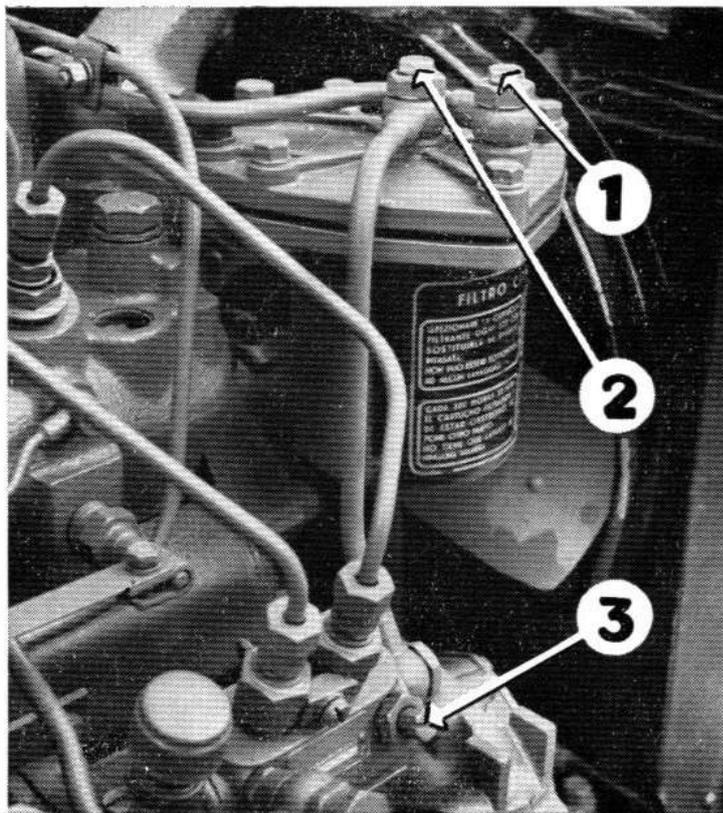

FIG. 10. — Purge d'air du filtre à combustible et de la pompe d'injection.
a) Dévisser d'un tour la vis de purge d'air placée sur le raccord d'arrivée du gas-oil au filtre à combustible **(1 fig. 10)**.
Recommencer l'opération pour la vis de purge du raccord de sortie du filtre à combustible **(2 fig. 10)**.
- b) Dévisser d'un tour la vis de purge située sur la pompe d'injection (**3 fig. 10**) et actionner à nouveau le piston de la pompe à main. Dès que le combustible sortira sans bulles d'air, rebloquer la vis et après quelques coups supplémentaires de pompe, revisser à fond le chapeau de cette dernière afin d'éviter des entrées d'air sur la périphérie du piston qui n'offre qu'une sécurité relative au point de vue étanchéité.